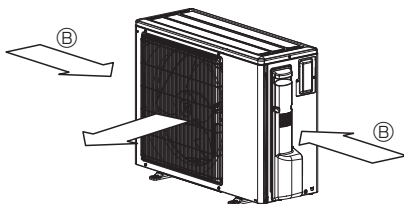

Fig. 2-6
- ③ Bringen Sie die Anlage so an, dass die Abluft aus der Luftaustrittsöffnung im rechten Winkel zu derjenigen Richtung geführt wird, aus der saisonal bedingt starker Wind bläst. (Fig. 2-6)